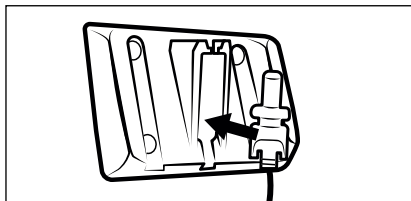

Fig. 4
- 1) Insérez la fiche creuse **11** de l'adaptateur secteur **10** dans le support mural **18** (voir fig. 4). Tournez la fiche creuse **11** pour la bloquer.